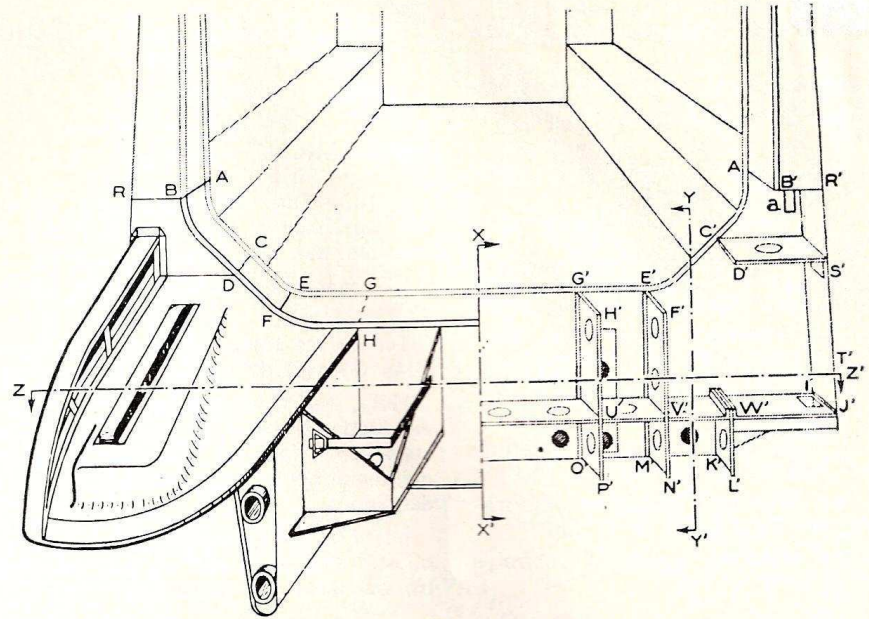

Fig. 4.
Dessouder la tôle de fermeture supérieure, du flasque AV (en FF' - Fig. 4 et en 1 section XX').
Dessouder la tôle de fermeture supérieure de poutre, du flasque AR (en EE', Fig. 4 et en 3, section XX').
G'H' Fig. 4). Dégager l'ensemble ainsi libéré.
- du flasque AV (en PP', fig. 4 et 5, section XX'),
- du flasque AR (en OO', Fig. 4 et 6, section XX'),
— du flasque AV (en NL et N' L', fig. 4 et 7, section YY').
— du flasque AR (en MK et M' K', fig. 4 et 8, section YY').
Couper, dessouder et déposer les parties inférieures des charnières de portes de cabine (en RS et R'S' Fig. 4). Dessouder le tirant intérieur de montant G de poutre, du flasque inférieur (en « a » fig. 4). Couper les liaisons : flasque AV de coque et montants G et D de poutre (en BR et B' R').